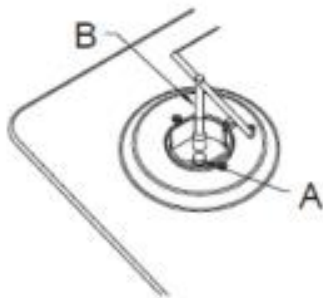

Abb. 6
- Vervang de injectoren door de juiste injector uit de onderstaande tabel (zie fig. 6). Verwijder eerst de branderdeksels en -ringen en schroef de injector "A" (zie fig. 6) los met een dopsleutel "B".